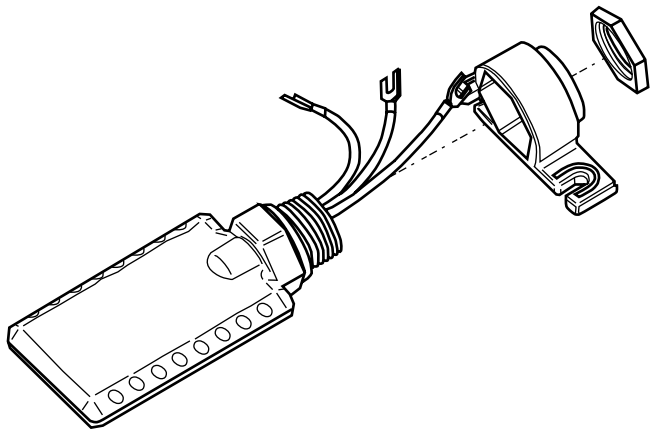

図 3. 部品の取り付け
2. サンキーパーにマウントとナットを図3に示すように組み立ててください。